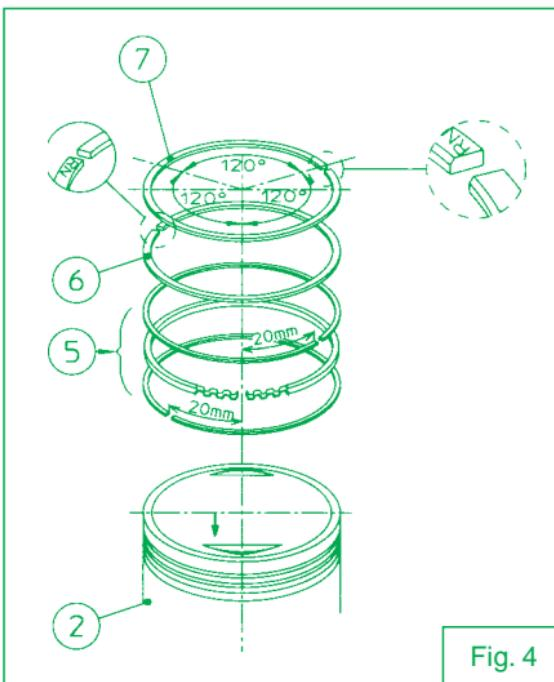

Fig. 4
- 5) Girar los segmentos sobre el pistón colocándolos como se indica en Fig. 4.